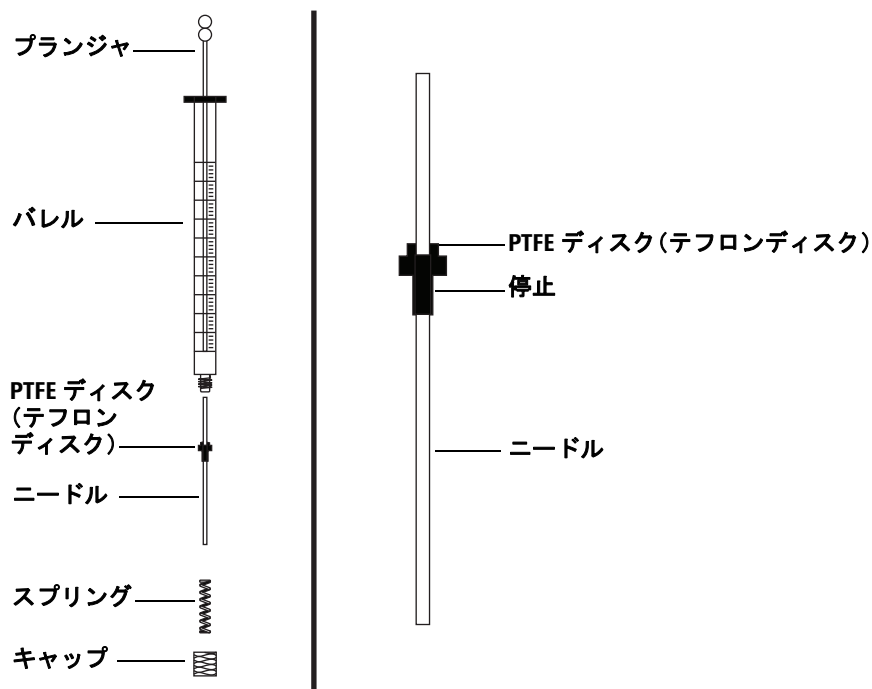

図 48 シリンジの部品
ニードルをシリンジバレルに挿入するには（図 48）：
- 2 ニードルにテフロンディスク（図 48）があることを確認します。シリンジバレルにテフロンディスクがない場合は、シリンジボックス内の説明書に従って、ニードルを自分でラップします。